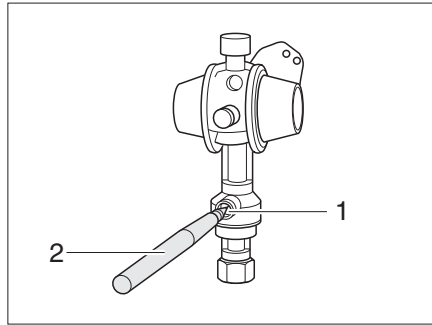

Bild 179 Crash-Sensor
- Mit einem Stift (Bild 179,2) den Entsicherungsknopf (Bild 179,1) mehrere Sekunden eindrücken.